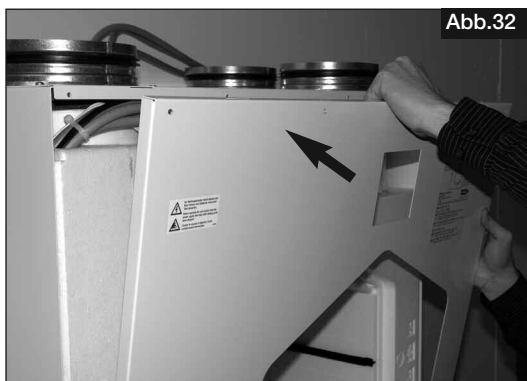
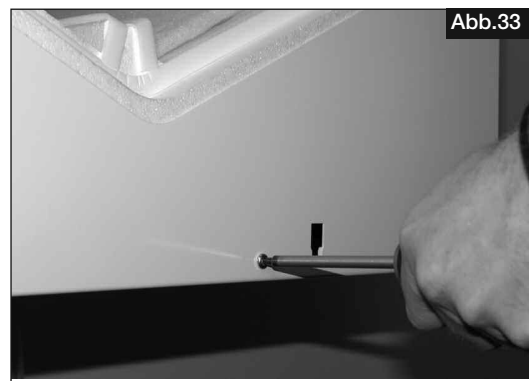

Abb.32
Abb.33
2. Frontrahmen auf Gehäuse stecken (Abb.32) und mit Schrauben (6x) montieren (Abb.33)